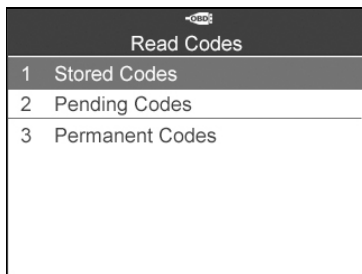

Рисунок 6.4
- 2) Используя кнопки прокрутки **вверх/вниз** выберите **Stored Codes [Сохраненные коды]**, **Pending Codes [Активные коды]** или **Permanent Codes [Постоянные коды]** в меню **Read Codes [Считывание кодов]**, а затем нажмите кнопку **Y**. (См. рисунок 6.4)